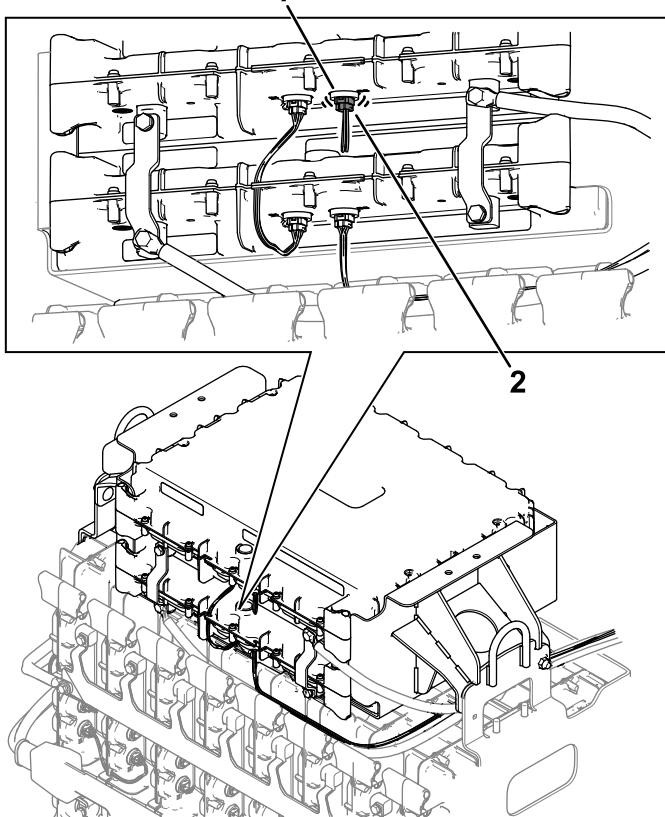

Figure 9
5. Branchez le faisceau de câblage (CAN) que vous avez retiré à l'opération 3 sur la prise D2 de la batterie supérieure dans le support des batteries (Figure 9).